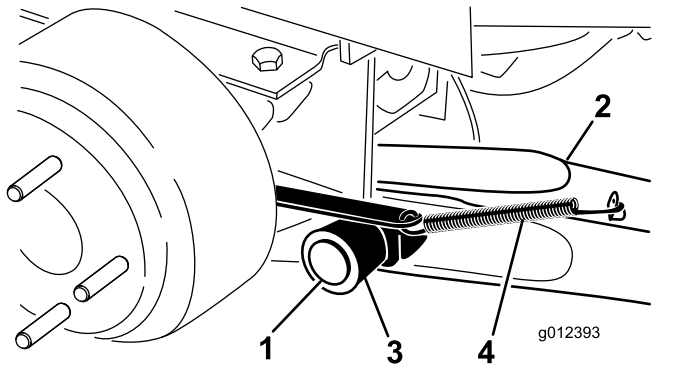

Figura 4
6. Monte un brazo de elevación en el soporte pivotante con un pasador de giro y un pasador de seguridad (Figura 4). Monte el brazo de elevación con la curva hacia fuera.
7. Enganche el muelle de retorno del freno en la pestaña del brazo de elevación (Figura 4).